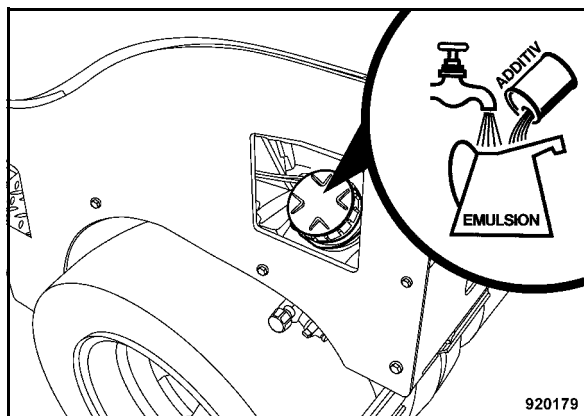

Fig. 97
- Svitare il coperchio (Fig. 97) e controllare la riserva dell'emulsione, eventualmente rabboccare.